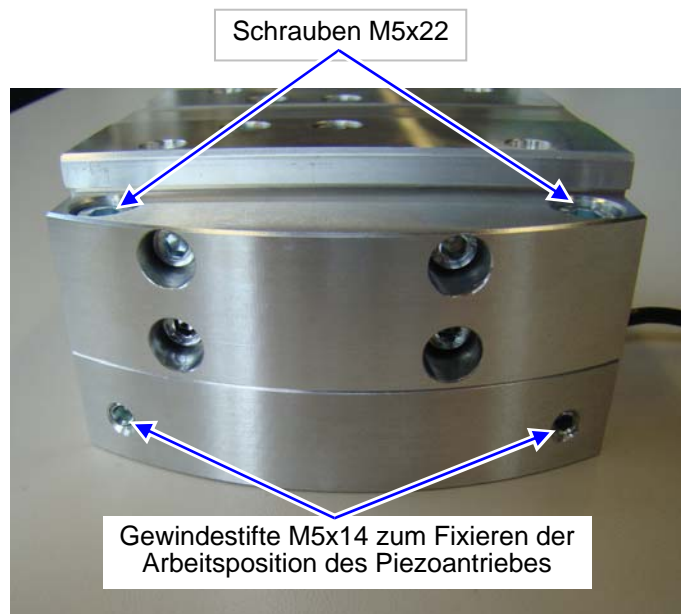

Abbildung 8: Lösen des Piezo-Antriebselements
- Durch Lösen der beiden Schrauben M5x22 kann das Piezo-Antriebselement von der Halterung gelöst werden (siehe *Abbildung 8*).
Die Gewindestifte M5x14 (siehe *Abbildung 8*) dürfen nicht geöffnet werden, da die Gewindestifte als „Anschlag“ fungieren und die Aufgabe haben, das Piezo-Antriebselement reproduzierbar in der Arbeitsposition zu fixieren.